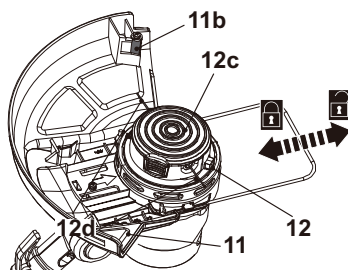

Fig. 21
1. Dé la vuelta al cabezal de corte (12).
2. Pulse el botón de liberación (12g) mientras tira de los hilos de corte (12d). El carrete de corte (12c) liberará los hilos de corte (Fig. 21).